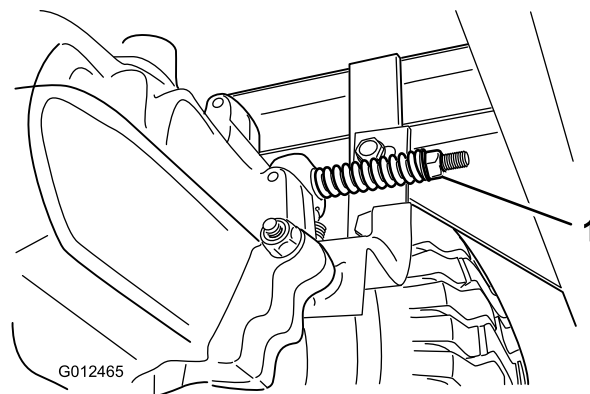

Figure 34
Le frein de stationnement se trouve du côté droit de l'essieu arrière, à l'intérieur du pneu arrière (Figure 34).
3. Tournez l'écrou de réglage dans le sens horaire jusqu'à ce qu'il soit impossible de pousser la machine (Figure 34).